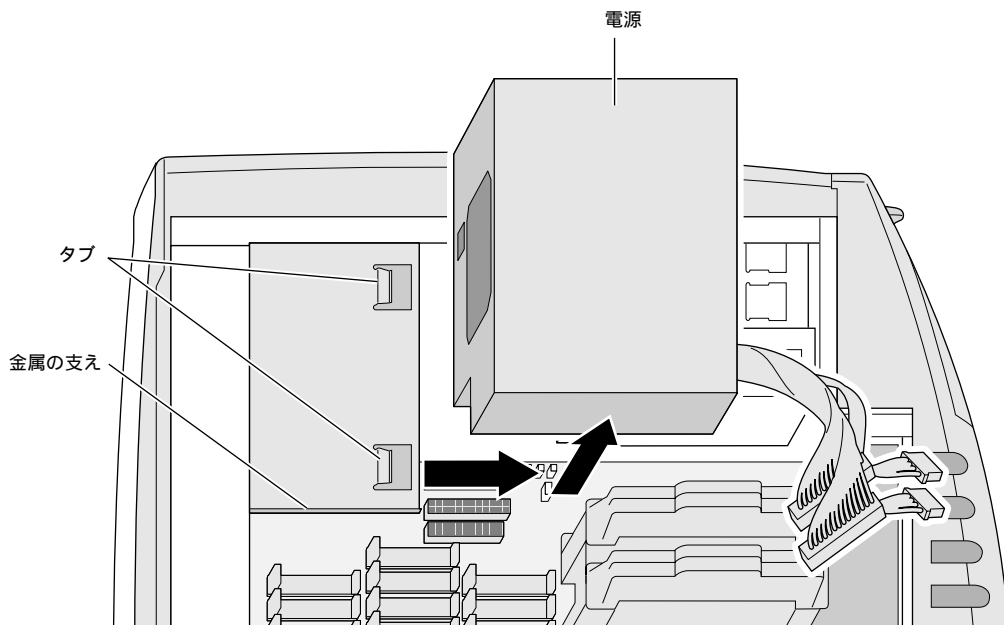

図 7-5 電源の取り外し
- 電源が金属の支えから離れ、タブが外れるまで電源をスライドさせます。電源を本体から取り外します (図 7-5)。